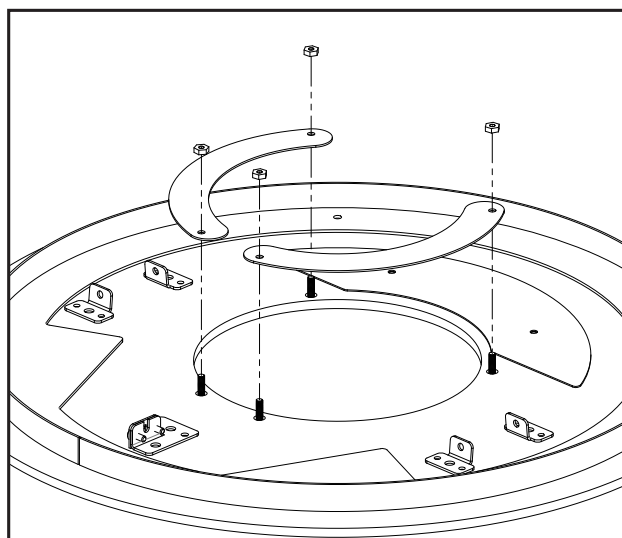

Figure 76: Supports vides de plaque supérieure
13. Installez les deux supports d'obturation de la plaque supérieure et les écrous (inclus dans le sac du manuel) sur les quatre (4) goujons sous la plaque supérieure (voir la Figure 76).